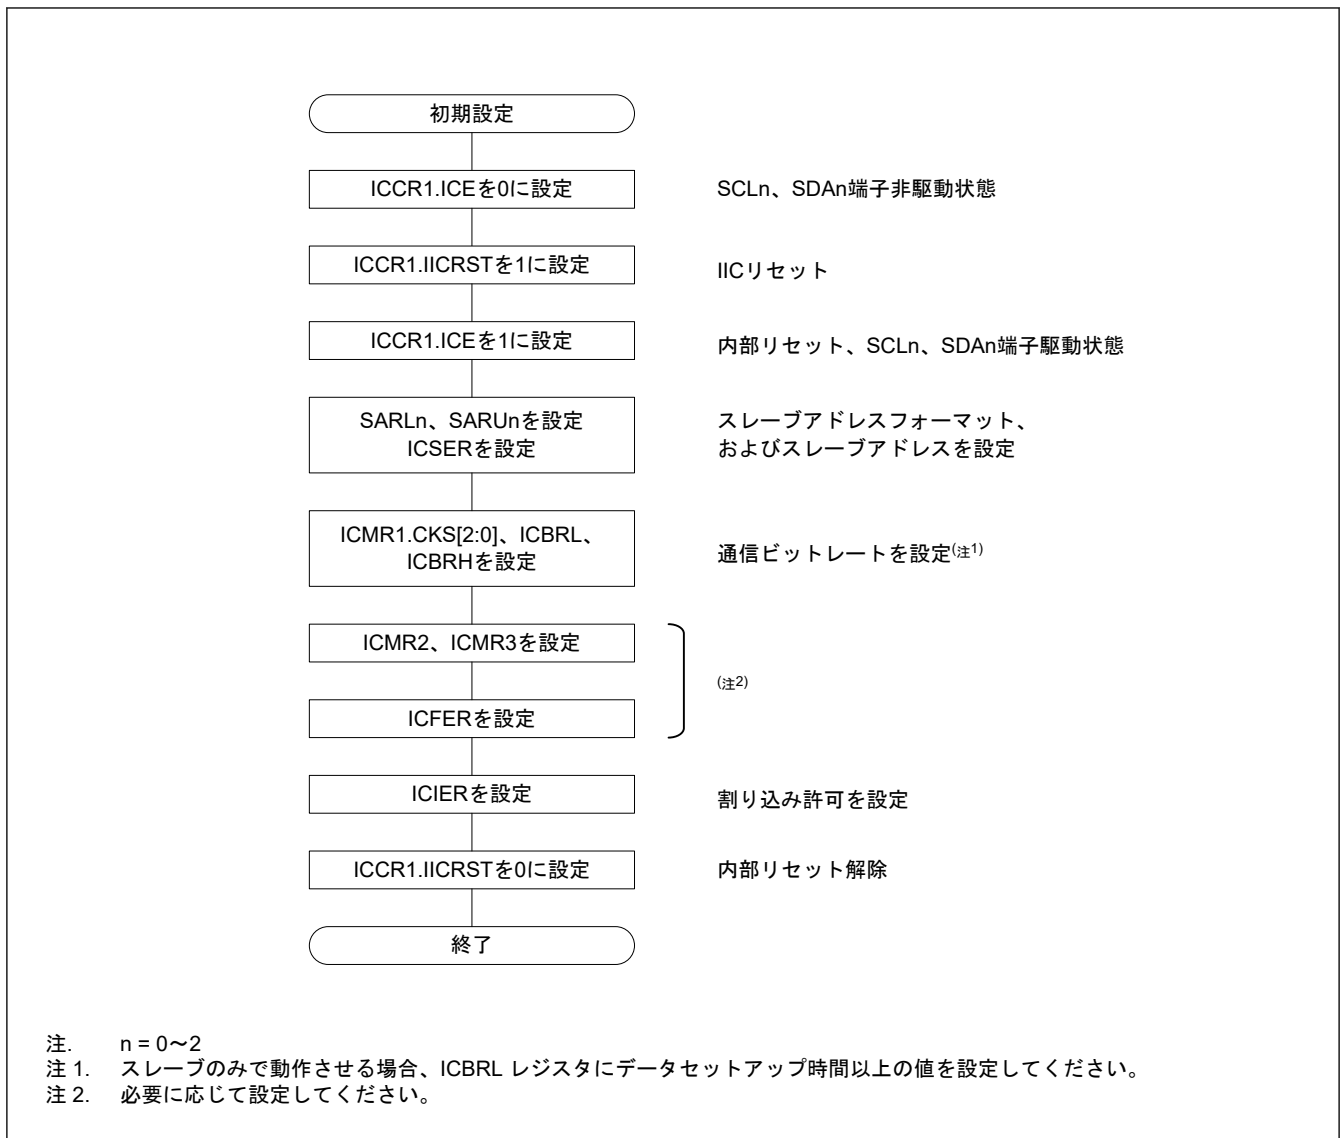

図 30.5 IIC の初期化フローチャート例
データの送受信を開始する前に、図 30.5 に示す手順に従って IIC を初期化してください。
4. SARLy、SARUy、ICSER、ICMR1、ICBRH、および ICBRL レジスタ (y = 0~2) を設定し、必要に応じてその他のレジスタを設定します。IIC の初期設定については、図 30.5 を参照してください。